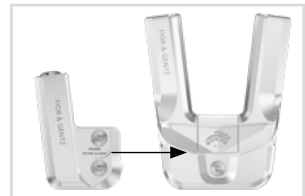

fig. 31
- 4 Monte la unidad funcional de la articulación de sistema deseada en la anchura de sistema correspondiente (véase ejemplo fig. 31).